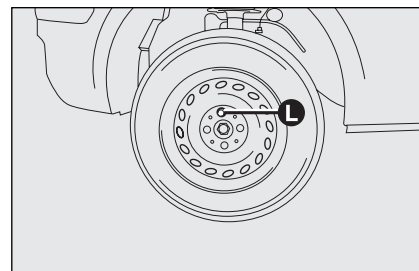

fig. 6
- ☐ togliere la coppa ruota (se presente) dopo aver svitato i tre bulloni che la fissano ed infine svitare il quarto bullone **L**-fig. 6 ed estrarre la ruota;